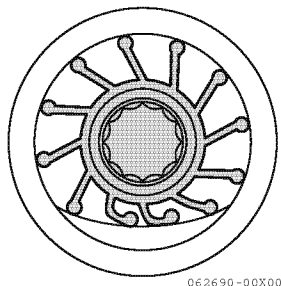

Figura 17
4. Cuando instale el impulsor, posicione las hojas del impulsor tal como se ilustra en la ilustración. (**Figura 17**)